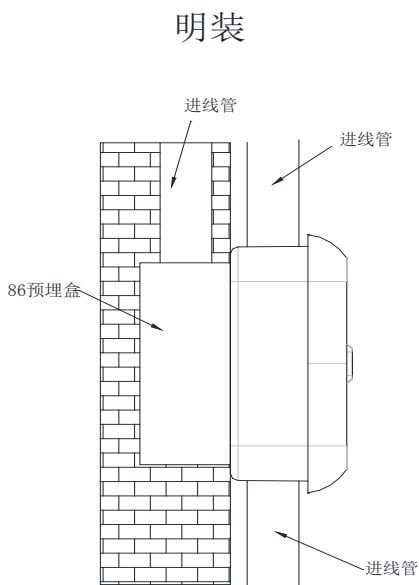
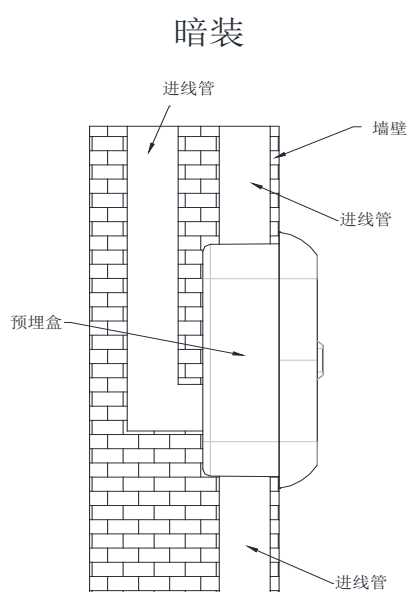

图 2-5 布线管明装示意图
图 2-6 布线管暗装示意图
④ 控制器可采用壁挂式明装方式或暗装方式。如图 2-5、图 2-6 所示